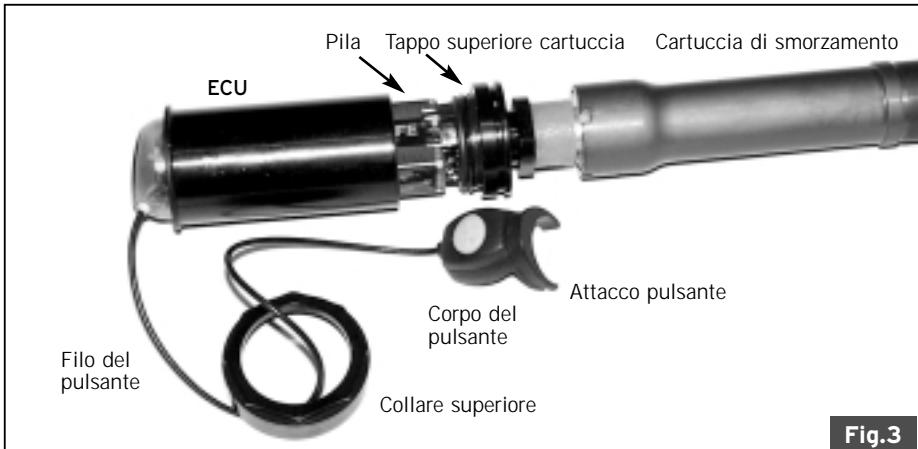

Fig.3
5. Osserva la base dell' ECU per vedere se un lato ha tre piccoli fori e l'altro ne ha solamente due. Vedi Fig. 2. Con la forcetta ancora compressa, spingi l' ECU nella cartuccia in modo che i fori dell' ECU e le punte metalliche sull'estremità della cartuccia combacino. Vedi Fig. 3. Il filo del pulsante dovrebbe spingersi direttamente fuori dall'estremità superiore dell'ECU.
5. Osserva la base dell'ECU per vedere se un lato ha tre piccoli fori e l'altro ne ha solamente due. Vedi Fig. 2. Con la forcella ancora compressa, spingi l'ECU nella cartuccia in modo che i fori dell'ECU e le punte metalliche sull'estremità della cartuccia combacino. Vedi Fig. 3. Il filo del pulsante dovrebbe spingersi direttamente fuori dall'estremità superiore dell'ECU.